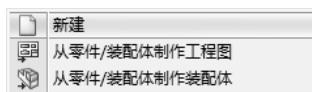

图 8-74 【新建】下拉菜单
- [1] 单击快捷工具栏上的【新建】下拉菜单，如图 8-74 所示，选择【从零件|装配体制作工程图】。